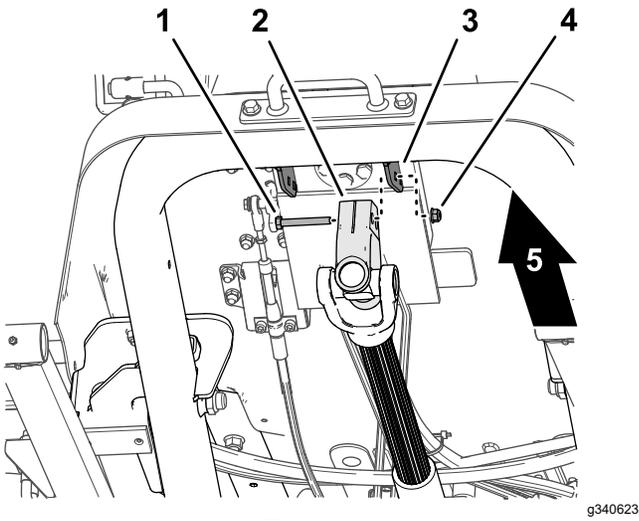

图 17
1. 在支撑驱动轴的同时卸下将驱动轴枢固定到转向阀安装支架 图 17 的平头螺丝和锁紧螺母然后小心地降低驱动轴。